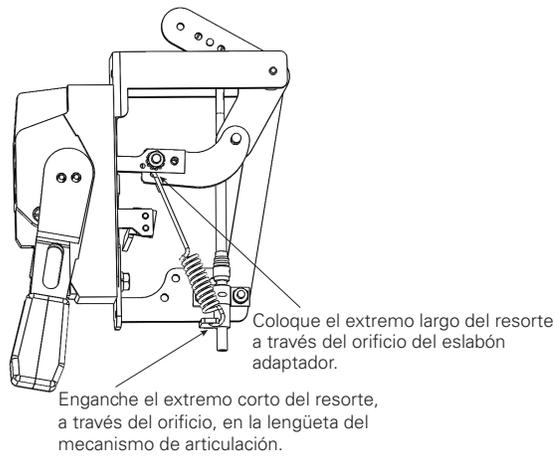

Fig. 2-5. Ensamble de resorte para mecanismo de articulación
- Paso 6.** Conecte el extremo largo del resorte a través del orificio del eslabón adaptador. Enganche el extremo corto del resorte en la pestaña de la parte inferior del mecanismo articulado. Vea la Fig. 2-5.